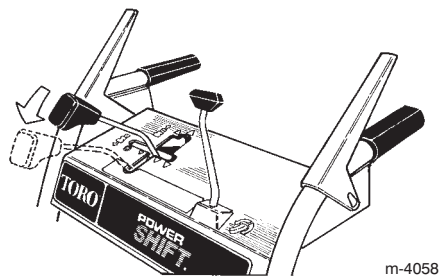

Figure 11
- Placez manuellement les roues en position Power Shift **arrière** en soulevant la machine par les poignées et en déplaçant la commande de changement complètement en avant (Fig. 11).